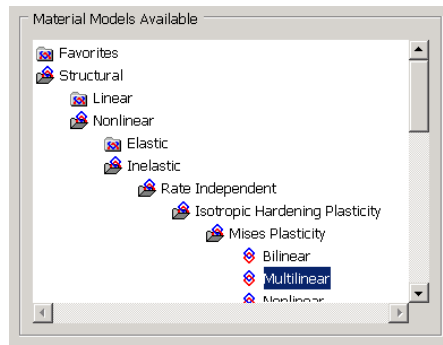

图9.31 多线性等向强化菜单
(1) 单击 Main Menu>Preprocessor>Material Props>Material Models 菜单，弹出【Define Material Models Behavior】对话框，定义弹性模量和泊松比；
(2) 在【Define Material Models Behavior】对话框的右侧栏打开【Structural】|【Nonlinear】|【Inelastic】|【Rate Independent】|【Isotropic Hardening Plasticity】|【Mises plasticity】|【Multilinear】，并双击运行，如图 9.31 所示；